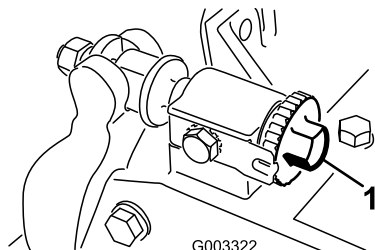

图25
1. 逆时针旋转底刀调节旋钮（图25），直至没有任何接触，可以松开滚刀与底刀的接触。